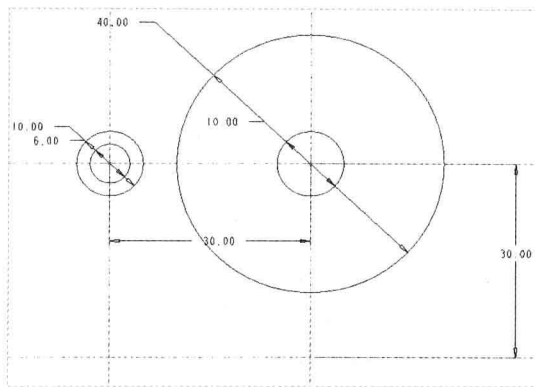

图 13-7 绘制圆 3
Step 06 在“功能区”选项板的“草绘”选项卡中，单击“草绘”面板中的“圆心和点”按钮，在绘图区以最左侧的中心线交点为圆心点，依次绘制两个直径为 6 和 10 的圆，如图 13-7 所示。